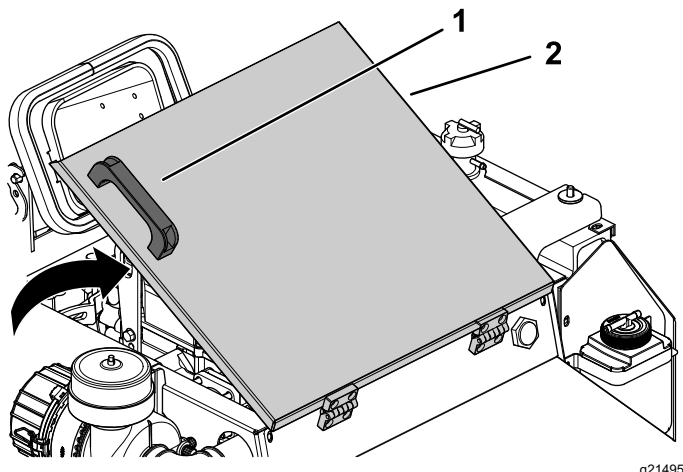

Figura 57
2. Utilizando a pega na cobertura de acesso ao motor, eleve a cobertura para aceder ao motor (Figura 57).